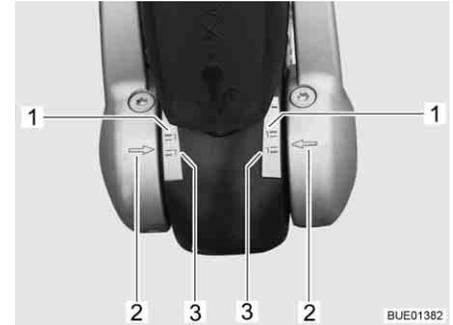

Bild 209 Anzeige Reibbeläge links und rechts
- Wenn die Pfeile an der Druckscheibe (Bild 209,2) unterhalb oder auf der grünen Markierungsfläche (Bild 209,3) stehen, sind die Reibbeläge neuwertig.
- Wenn die Pfeile an der Druckscheibe innerhalb der Markierungsflächen (Bild 209,1 und 3) stehen, sind die Reibbeläge leicht abgenutzt.
- Wenn die Pfeile an der Druckscheibe auf oder oberhalb der roten Markierungsfläche (Bild 209,1) stehen, sind die Reibbeläge abgenutzt. Reibbeläge wechseln lassen.